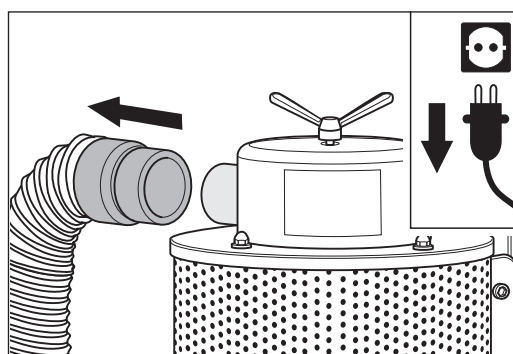

Abb. 93 Oben am Staubabscheider den Druckschlauch vom Rohrstützen abziehen.
- 6 Ziehen Sie oben am Staubabscheider den Druckschlauch vom Rohrstützen ab (Abb. 93).